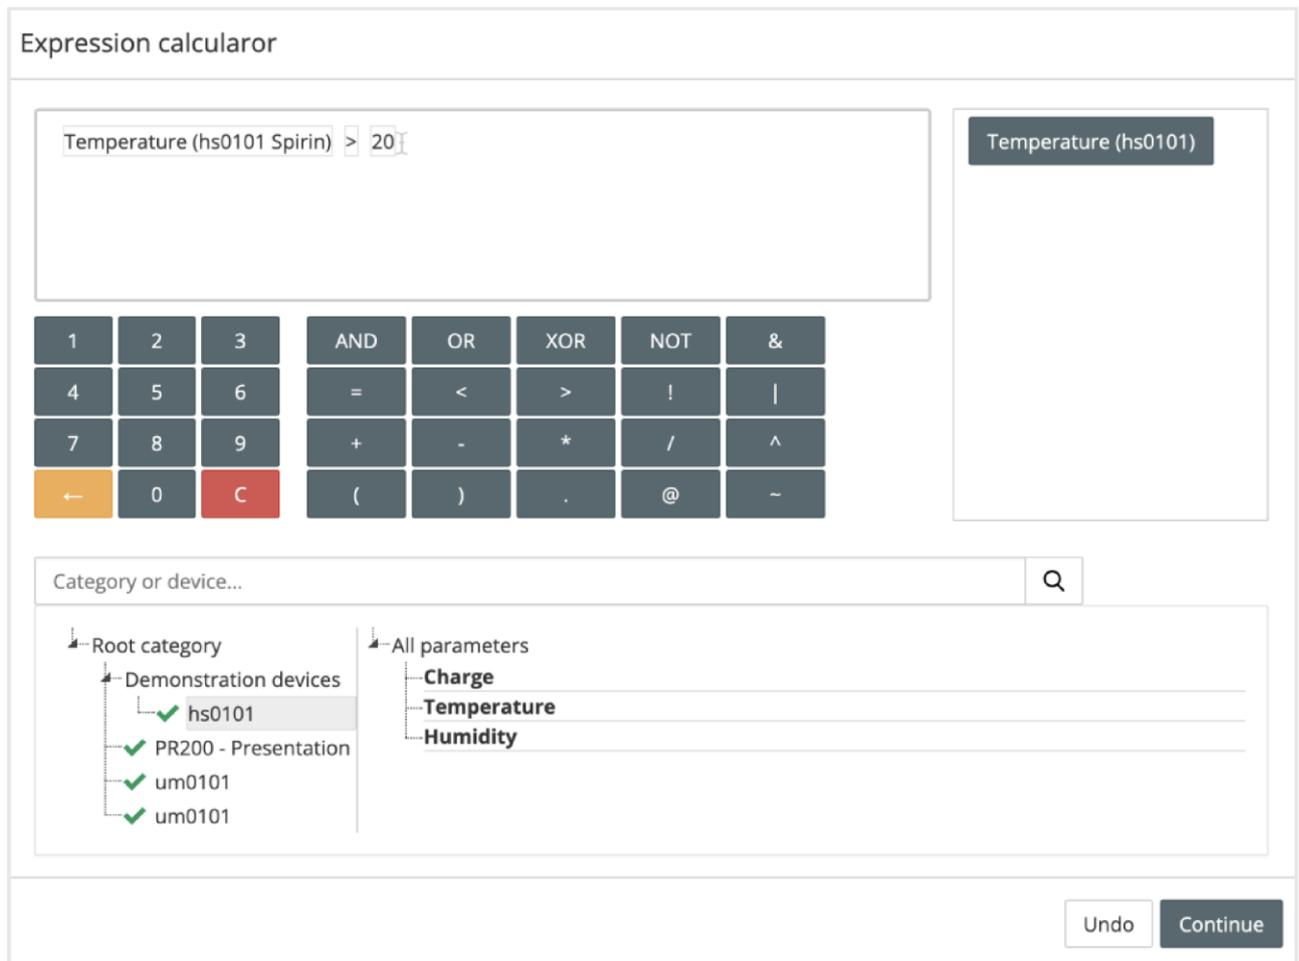

Abb. 7.45
- **Filtering conditions** – falls erforderlich, geben Sie die Filterbedingungen an, unter denen die Funktion berechnet werden soll (Abb. 7.45).